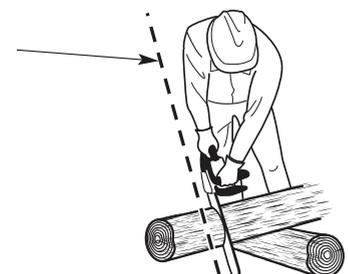
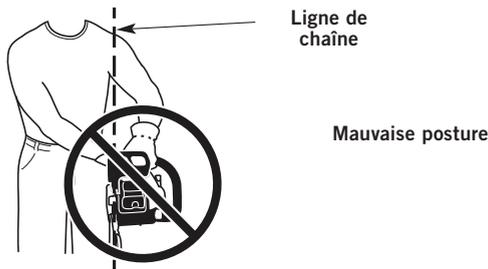

Fig. 7
Fig. 8
- Placez vos mains de cette façon, peu importe si vous êtes droitier ou gaucher. Cela gardera l'opérateur légèrement à gauche de l'appareil et hors de la ligne directe de la scie à chaîne, si un rebond devait survenir (Fig. 7 et Fig. 8).